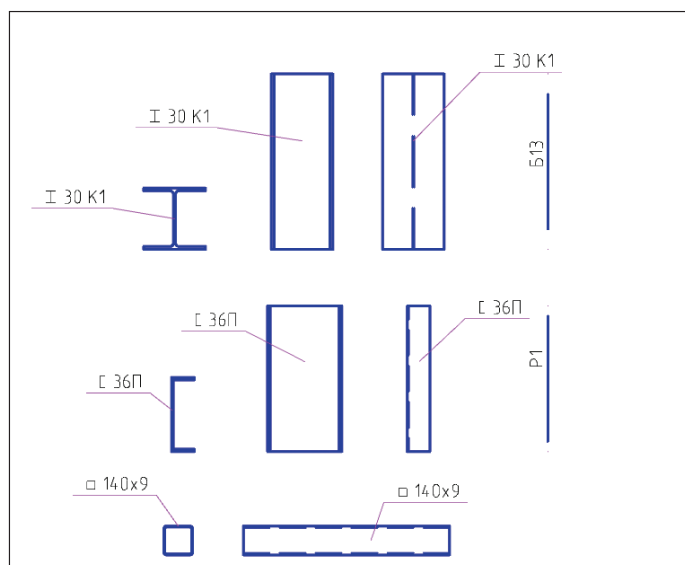

Рис. 6. Отображение профилей
- возможность выбора отображения профиля (условное, упрощенное, полное) — см. рис. 6;